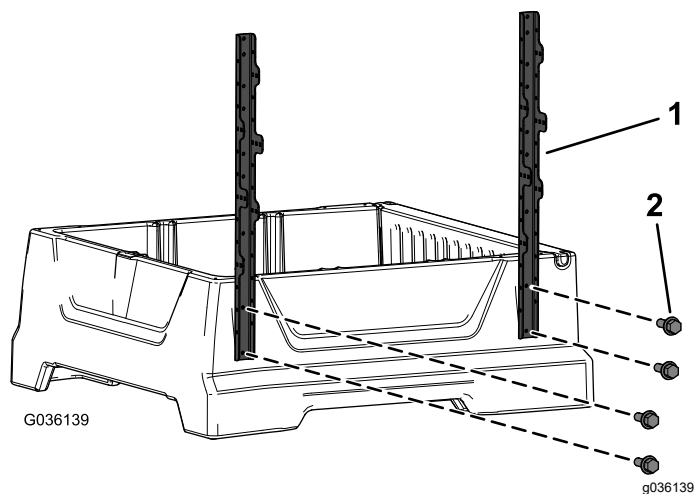

Figura 2
1. Montate, senza serrarle, le 2 staffe del telaio dei montanti laterali sul lato esterno del pianale con 4 viti a testa esagonale ($\frac{1}{4}$ " x $\frac{3}{4}$ ") come illustrato nella Figura 2.